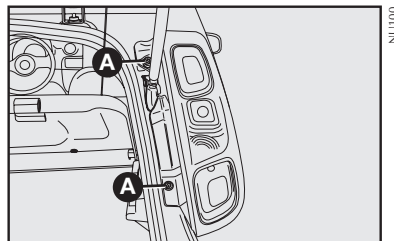

fig. 17
5) Recolecte el grupo de luces traseras, apretando los tornillos **A-fig. 17**.